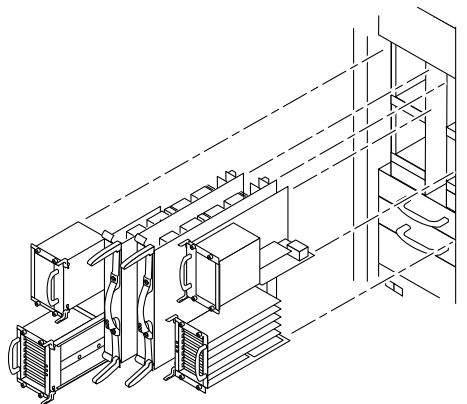

図 12-2 Sun Fire 6800 システムの正面からのすべてのコンポーネントの取り外し
6. システムの正面および背面から、すべての CPU/メモリーボードおよびリピータボード、I/O アセンブリ、システムコントローラボード、フィルターボードまたはフィルターパネルを取り外します (図 12-2)。